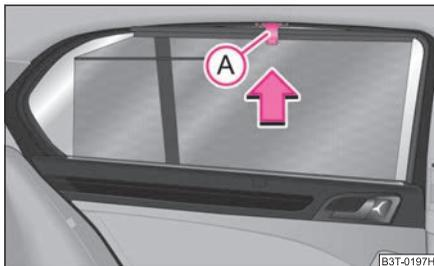

Abb. 57 Hintere Tür:
- Ziehen Sie das Sonnenschutzrollo am Griff (A) ⇒ Abb. 57 heraus und hängen Sie es in den Halter an der Türoberkante ein.